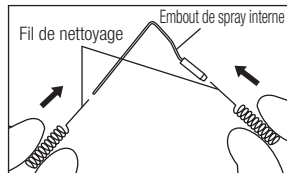

Fig. 13
- 1) Nettoyez l'intérieur de l'embout de spray interne et/ou l'embout de spray externe à l'aide du fil de nettoyage. (Fig. 13,14)